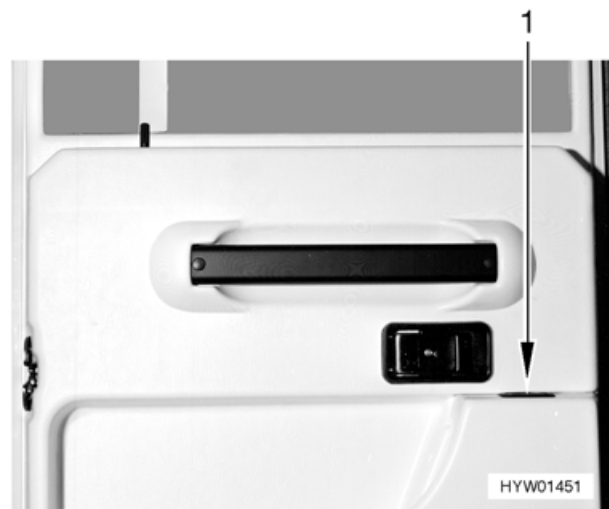

Bild 13 Schalter für elektrischen Fensterheber in der Fahrertür
- Schalter (Bild 13,1) drücken.